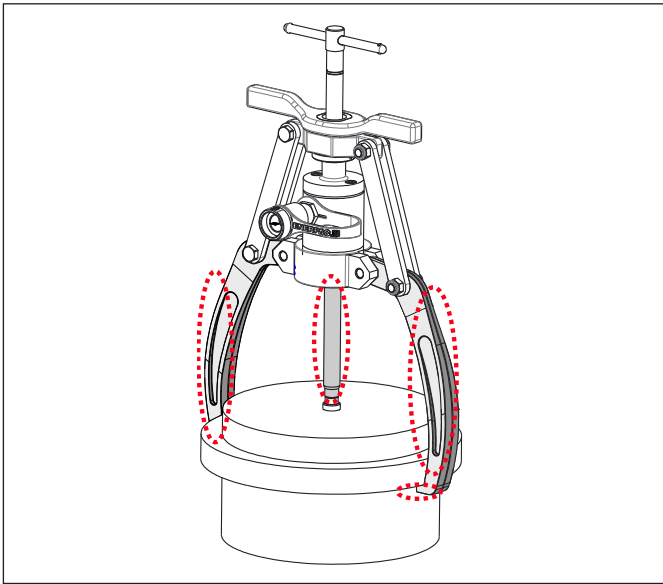

図5: 変形のチェック
- 操作中は、プーラーのジョーやスピンドルの変形に注意してください。図5を参照してください。変形に気付いた場合は、直ちにポンプを停止してください。